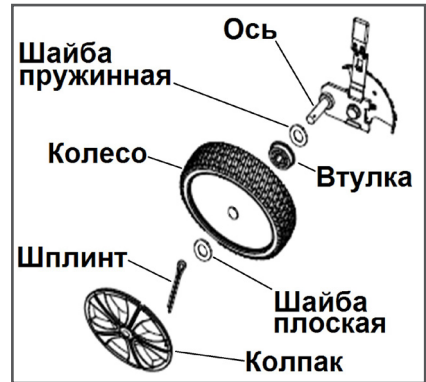

Рис. 2 Установка колес
3. Установите и закрепите колеса, как показано на Рис. 2.